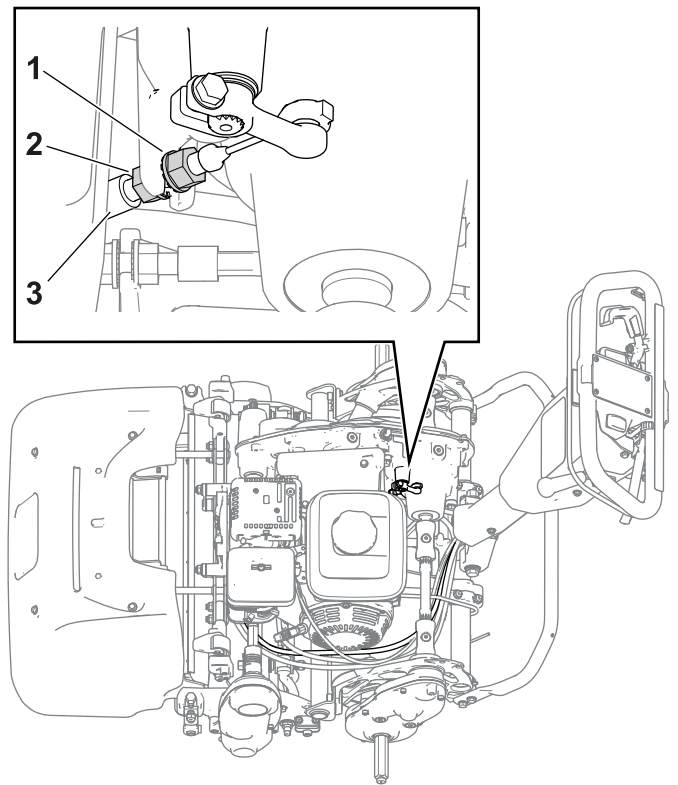

Bild 33
- Lösen Sie die vordere Kabelklemmmutter und ziehen Sie die hintere Klemmmutter an, um die Spannung des Bremszugs zu erhöhen (Bild 33). Schritt 2 wiederholen und ggf. die Spannung anpassen.
- Lösen Sie die hintere Kabelklemmmutter und ziehen Sie die vordere Kabelklemmmutter an, um die Spannung des Bremszugs zu verringern (Bild 33). Schritt 2 wiederholen und ggf. die Spannung anpassen.